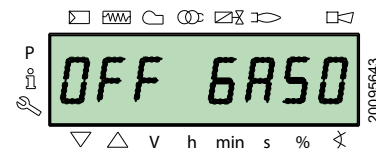

Рис. 40
- для дизельного палива **OFF GASO** (Рис. 40)